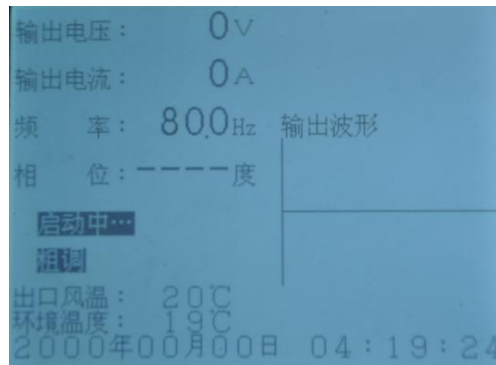

图 21 变频电源装置启动时屏幕显示
7.3.5 按“启动”按钮，此时变频电源装置启动。在这个过程中依次完成风扇启动、预合闸、合闸。需要大约 5 秒钟，屏幕提示如下图 21 所示，屏幕显示“系统启动中……”，数秒钟后屏幕显示“启动完成”，系统进入待升压状态。